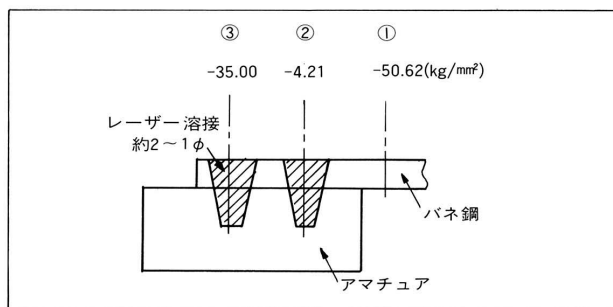

図1 試料形状および測定値
試料形状および測定値を図1に示します。
母材部(図1①点)表面は圧延による高い圧縮の残留応力を示しましたが、溶接部では引張方向へ変化しています。このようにスポットの溶接で発生する引張側の残留応力は、溶接時の熱応力と拘束条件から生じるもので、しばしば割れの発生原因となります。